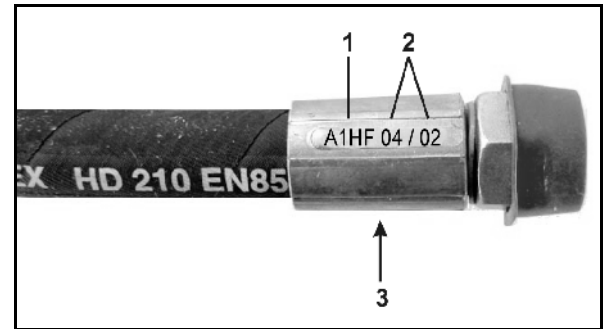

图 106
4. 在松脱翼型螺母 (图 106/1) 后，位于限位挡块 (图 106/3) 上的操纵杆 (图 106/2) 必须向设备移动。
- 在该位置上，读取边 (图 106/4) 必须针对该滑门位置在刻度盘上显示数值“11”。
如果并非如此，则应通过旋转连接杆（图 106/5）相应更改限位挡块（图 106/3）的位置：
6. 松脱连接杆（图 106/5）的锁紧螺母（图 106/6）。
7. 旋转连接杆，直至限位挡块（图 106/3）靠在操纵杆（图 106/2）上。